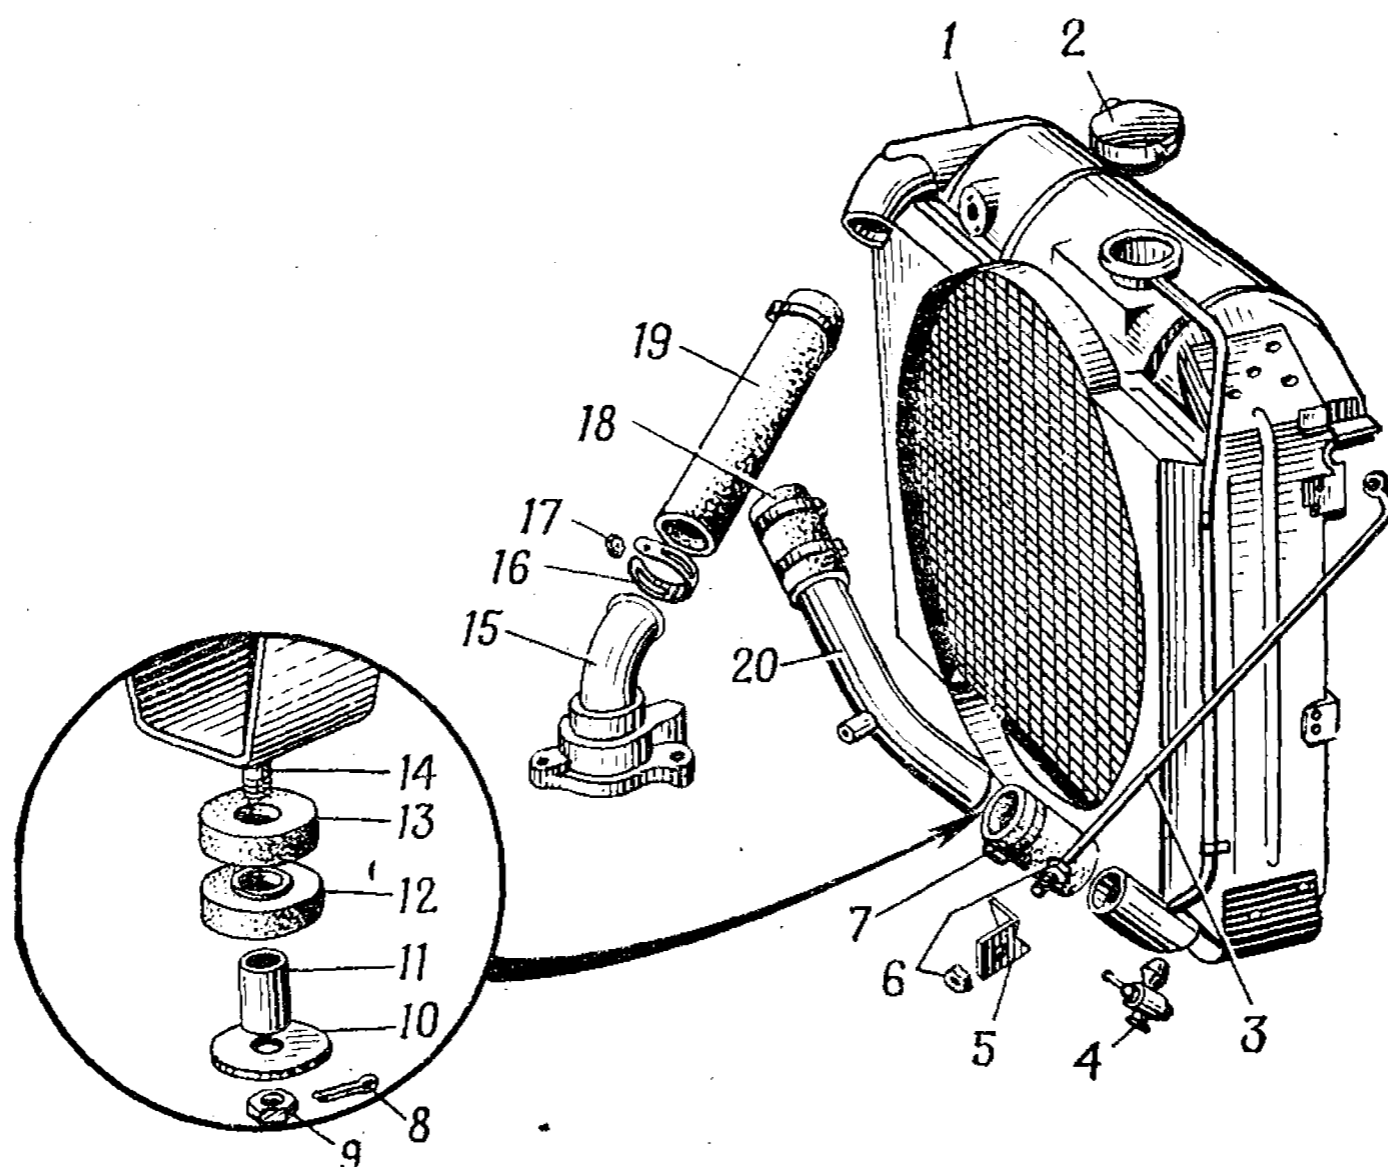

Рис. 7. Радиатор:
4. Снять пробку 2 (рис. 7) радиатора, открыть сливные краны и слить охлаждающую жидкость из системы охлаждения двигателя	Емкость для охлаждающей жидкости
12. Ослабить хомут 16 (рис. 7) крепления подводного шланга 19 радиатора у патрубка 15 водяной рубашки цилиндров, отъединить шланг от патрубка
23. Ввернуть сливной краник 4 (рис. 7) в отводящий патрубок нижнего бачка радиатора и затянуть	Ключ 14—17
35. Надеть на патрубок отводной трубы 20 (рис. 7) радиатора шланг выпускной трубы отопителя и затянуть стяжную ленту хомутика шланга	Бородок 4